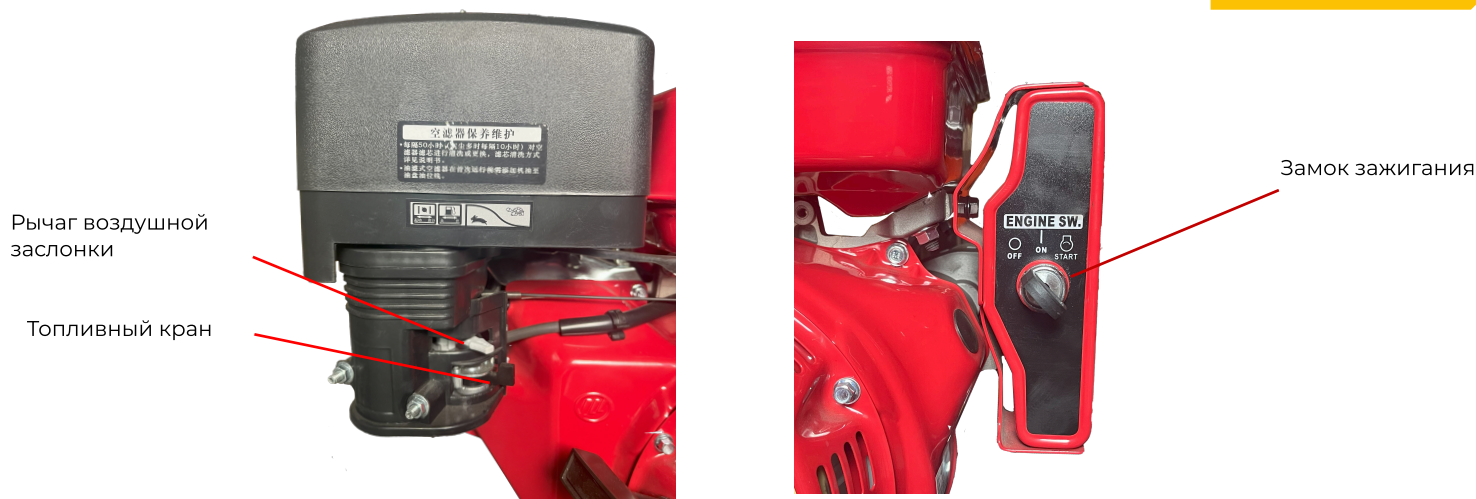

Рисунок 10
3. Полностью закройте воздушную заслонку, передвинув рычаг до упора влево (см. Рисунок 10).